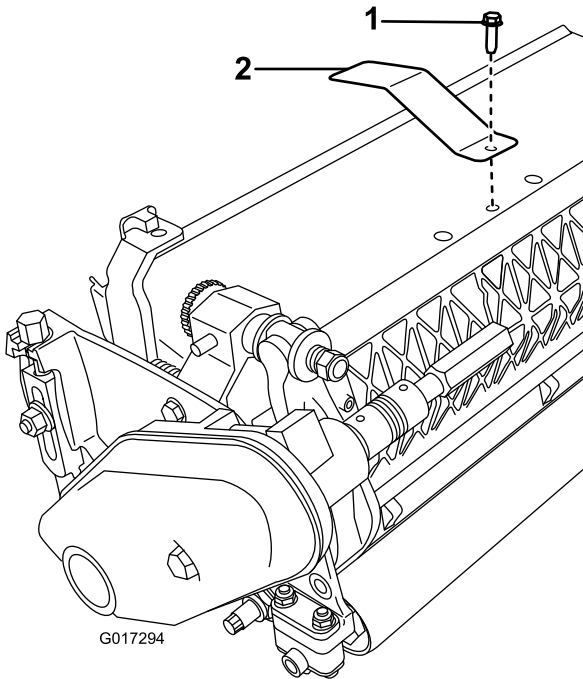

图13
- 拆下中间的挡草罩螺栓 图13。
- 使用之前拆下的螺栓将靶板安装到滚刀组在塑料整流罩下方顶部 图13。